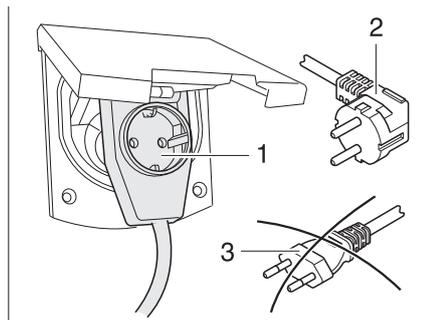

Fig. 94 Raccordement à un adaptateur coudé avec prise de courant
- ▶ Lors de l'utilisation d'un adaptateur coudé CEE 17 muni d'une prise à l'arrière (Fig. 94,1), se servir uniquement d'un connecteur en caoutchouc et scellé IP 44 avec contact de mise à la terre (Fig. 94,2). Ne pas utiliser de connecteur sans contact de mise à la terre (Fig. 94,3). Danger d'électrocution !